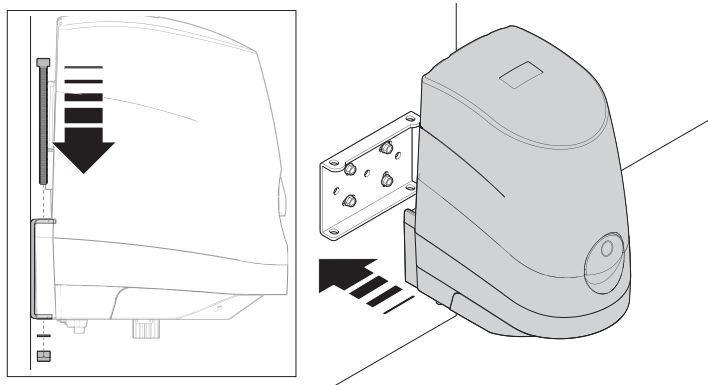

Rys. 5
03. Przymocować do ściany tylny wspornik silnika przestrzegając wcześniej omawianych wysokości (rys. 5).